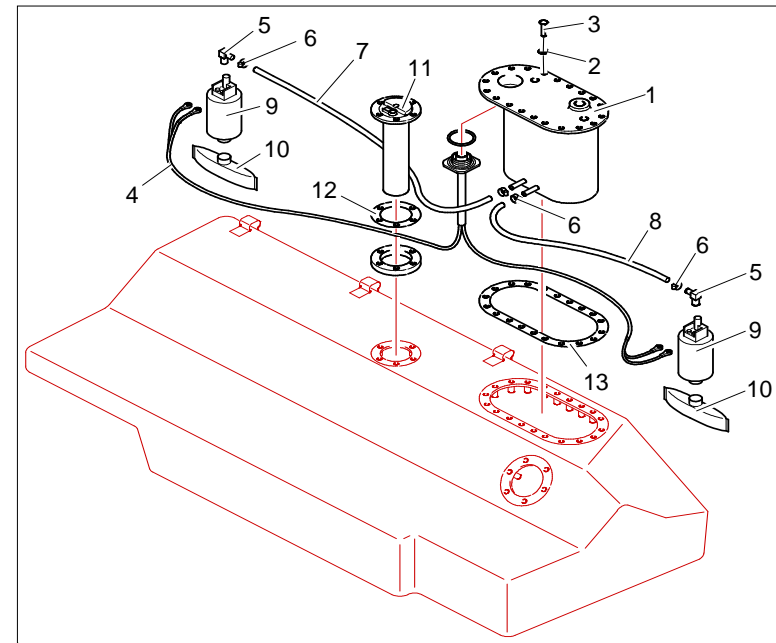
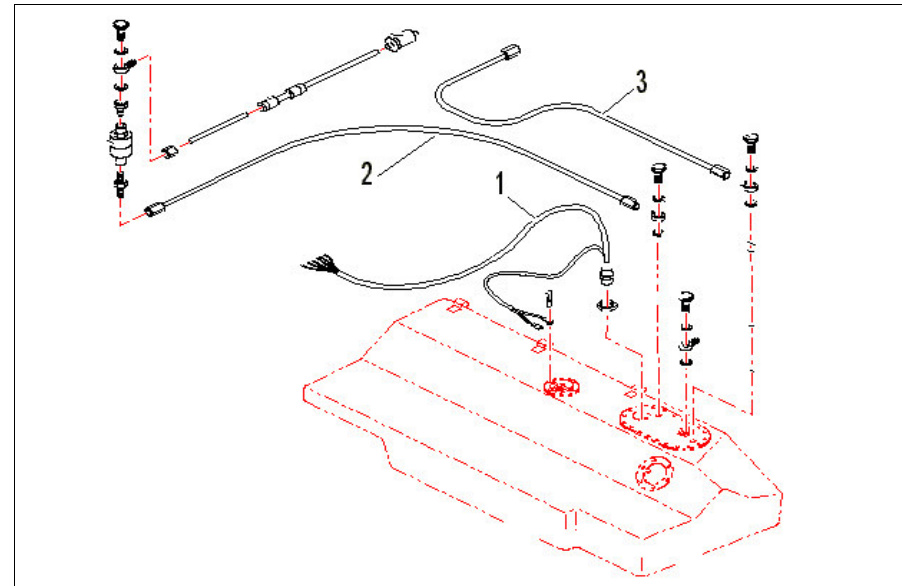

Fig 2
Fig 4
- ☞ *Poser les pompes de gavages (rep9 fig2) avec leurs filtres prévus à cet effet au fond du réservoir.*
- ☞ *Raccorder le faisceau du kit (rep4 fig2) aux pompes de gavages et les tuyaux des pompes (rep7 fig2) vers la boîte tampon (rep1 fig2).*
- ☞ *Raccorder le tuyau de retour (rep3 fig4) avec la boîte tampon (le raccord se visse au dessus de la boîte tampon).*
- ☞ *Raccorder le tuyau de mise à l'air libre (rep2 fig4) sur la boîte tampon avec le trou correspondant à l'évent du réservoir.*
- ☞ *Raccorder le faisceau additionnel (rep1 fig4) des pompes de dégazages et de la jauge (rep11 fig2) au connecteur du faisceau.*